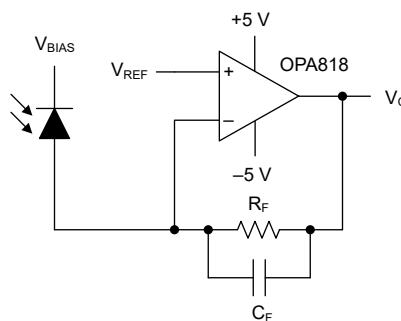

図 8-2. 広帯域かつ低ノイズのトランスインピーダンスアンプ
OPA818 は、GBWP が高く、電圧および電流ノイズが低いため、広帯域の中程度から高トランシスインピーダンスゲインのアプリケーションに最適なアンプです。低電流ノイズの JFET 入力は、50kΩ 以上のトランシスインピーダンスゲインを活用します。標準的なトランシスインピーダンスアンプ (TIA) 回路 (図 8-2 も参照) では、ユニティゲインで安定しているアンプは必要ありません。低周波数では、TIA のノイズゲインは 0dB (1V/V) であり、高い周波数では、ノイズゲインは合計入力容量 (C_{TOT}) と帰還容量 (C_F) の比によって設定されます。TIA の閉ループ帯域幅を最大化するため、帰還容量は通常、合計入力容量よりも小さくなります。この構成では、合計入力容量と帰還容量の比率が 1 より大きくなり、最終的に高い周波数での TIA のノイズゲインになります。ブログシリーズ『トランシスインピーダンスアンプについて知っておくべきこと - 第 1 部』および『トランシスインピーダンスアンプについて知っておくべきこと - 第 2 部』に、TIA 補償手法に関する詳細な説明が記載されています。
OPA818 は GBWP が高く、入力電圧ノイズと電流ノイズが低く、入力容量が小さいため、広帯域、低ノイズのトランスインピーダンス アプリケーションに最適化されています。高電圧対応能力により、電源電圧の柔軟性が向上し、出力電圧スイッチングが拡大します。図 8-2 に、代表的なフォトダイオードアンプ回路の回路例を示します。一般的に、TIA アプリケーションではフォトダイオードが逆バイアスされるため、図 8-2 の回路におけるフォトダイオード電流がオペアンプの帰還ループに流れ込み、フォトダイオード電流が増加するにつれて V_{REF} から出力電圧が減少するという結果になります。このタイプの構成では、アプリケーションの要求に応じて、 V_{REF} を V_{S+} の近くにバイアスして、目的の出力スイッチングを実現できます。 V_{REF} バイアスを使用するときは、同相入力範囲の要件に非準拠とならないようにしてください。
- 外付け部品を慎重に選択および配置することで、OPA818 の高周波性能が維持されます。リアクタンスの小さい抵抗を使用します。最もよく機能するのは表面実装抵抗で、レイアウト全体をより厳密にすることができます。金属皮膜と炭素化合物を使ったアキシャルリード型抵抗を使うと、優れた高周波性能も実現できます。繰り返しになりますが、リードと PCB パターンの長さをできるだけ短くします。高周波アプリケーションでは、巻線抵抗を使用しないでください。出力ピンと反転入力ピンは寄生容量の影響を最も受けやすいので、帰還抵抗と直列出力抵抗 (ある場合) は、それぞれ反転入力ピンと出力ピンにできるだけ近づけて配置します。非反転入力終端抵抗といった他のネットワーク部品は、パッケージの近くに配置します。外部抵抗をシャントする寄生容量が少ない場合も、抵抗の値が過度に大きいと、時定数が大きくなり、性能が低下する可能性があります。OPA818 が従来型の電圧アンプとして構成されている場合、抵抗値は可能な限り低くし、負荷駆動に関する考慮事項と一致するようにしてください。抵抗値を小さくすると、寄生容量の影響が最小化され、抵抗のノイズ項は小さくなります。しかし、帰還回路 (非反転構成の場合は $R_F + R_G$ 、反転構成の場合は R_F) がアンプへの負荷として機能するため、抵抗値が小さいと動的消費電力と出力段の実効負荷が増加します。トランジンピーダンスアプリケーション (図 8-2 を参照) では、アプリケーションの必要性に応じて帰還抵抗を使用します。しかし、帰還補償コンデンサは反転ノード上のすべての寄生容量項を考慮して設定します。